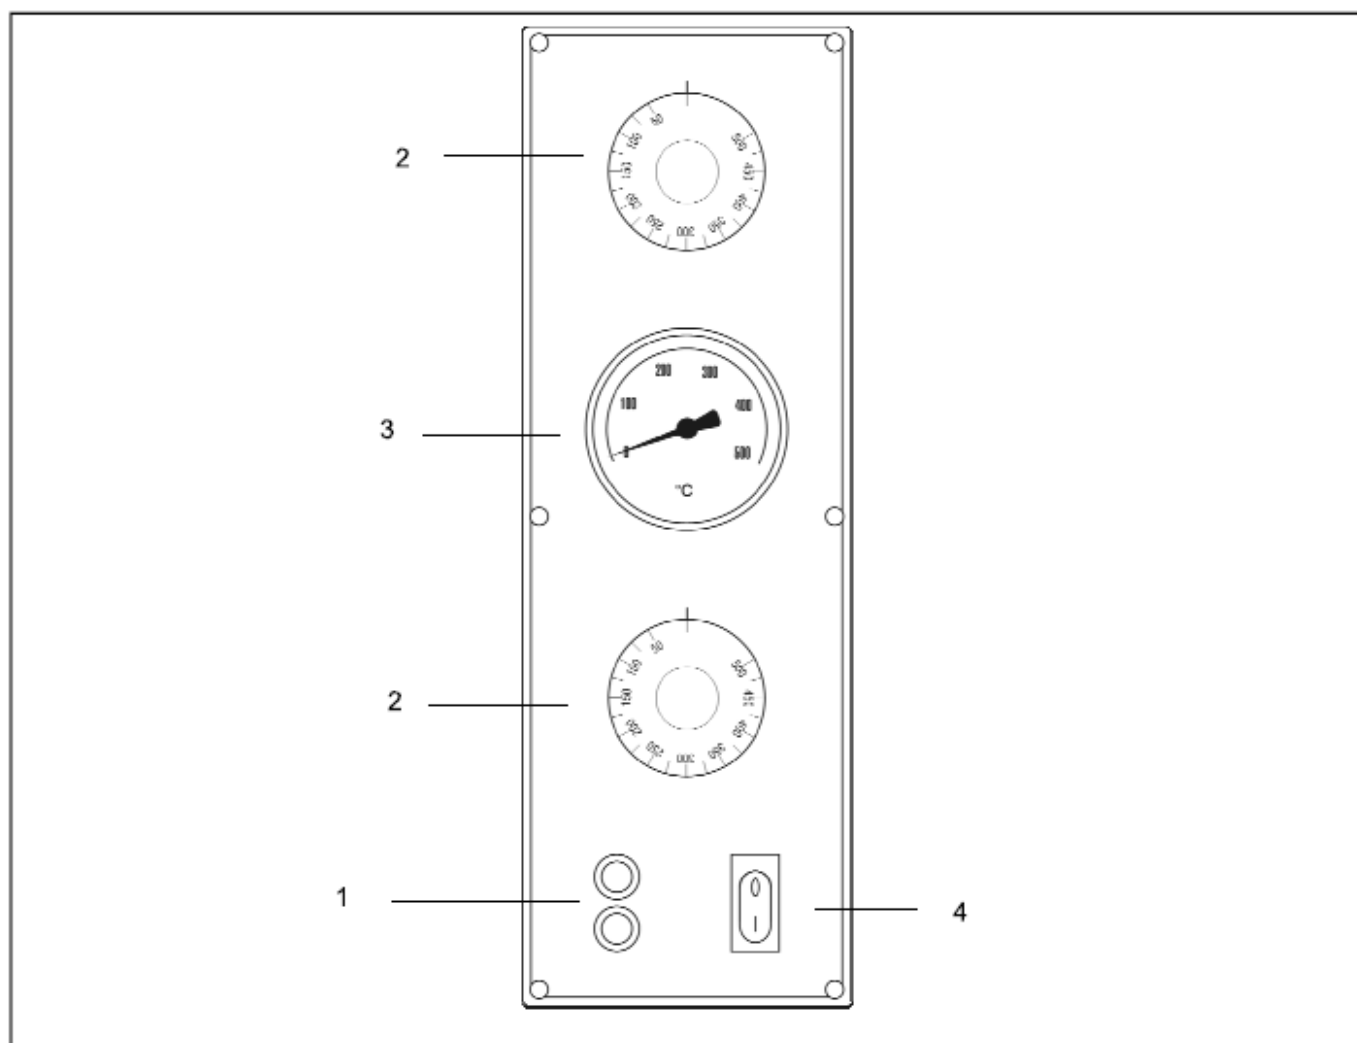

РИС. 7 (Панель управления)
Панель управления расположена на передней стенке печи; различия для отдельных моделей показаны на **РИС. 7**.
ЛЕГЕНДА К РИС. 7
- 3) Включите резисторы, установив на термостатах (**РИС. 7, п. 2**) температуру **150°C**, указанную на шкале ручки. Включатся соответствующие зелёные сигнальные лампы, показывающие, что резисторы работают;
- 5) Выключите резисторы, переведя термостаты (**РИС. 7, п. 2**) в **положение «O»**. Соответствующие зелёные сигнальные лампы погаснут;
- 7) Снова закройте дверцу и повторите пункт **3**), установив на термостатах (**РИС. 7, п. 2**) температуру **400°C**, указанную на шкале ручки;
- 9) Выключите резисторы, переведя термостаты (**РИС. 7, п. 2**) в **положение «O»**. Зелёные сигнальные лампы погаснут;
- 3) Включите резисторы, установив на термостатах (**РИС. 7, п. 2**) желаемую температуру, указанную на шкале ручки. Включатся соответствующие зелёные сигнальные лампы, показывающие, что резисторы работают;
- 4) Когда печь нагреется до желаемой температуры (см. п. **9**) настоящего раздела), которую показывает термометр (**РИС. 7, п. 4**), можно загружать в печь пиццу для выпекания;
- 6) Чтобы включить свет в выпечной камере, нажмите выключатель подсветки печи (**РИС. 7, п. 5**);
- 1) Выключите печь, переведя переключатели термостатов (РИС. 7, п. 2) и резисторов (РИС. 7, п. 3) в положение «О»;